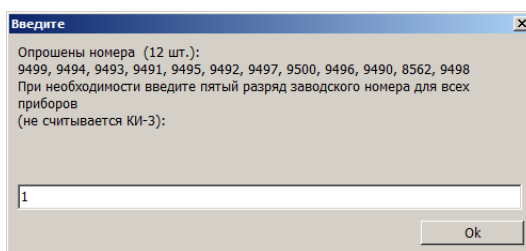
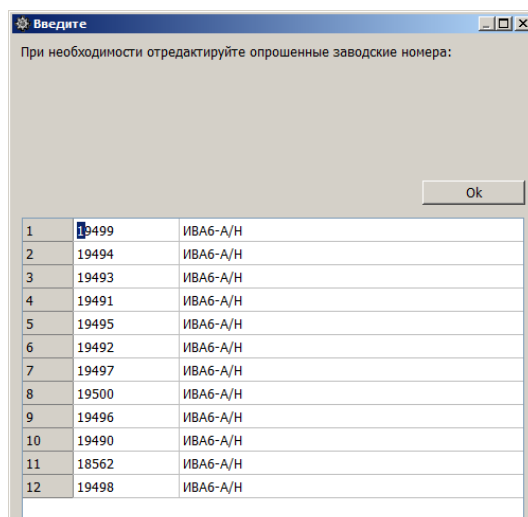

Рисунок 19 – Ввод пятого разряда для всех заводских номеров приборов.
Рисунок 20 – Редактирование заводских номеров.
9.3.5. Затем программа произведет опрос их заводских номеров. Особенность способа подключения ИВА-6Н(А) к компьютеру заключается в том, что из прибора могут быть считаны только 4 младших цифры или буквы заводского номера. Поэтому программа предложит ввести дополнительный разряд заводского номера, если это требуется (Рисунок 19), а затем предоставит возможность их отредактировать (Рисунок 20).